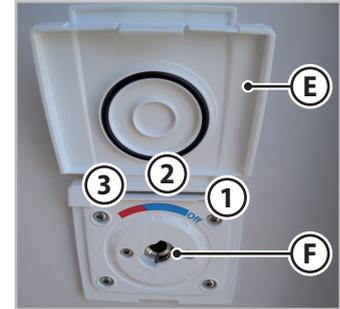

Fig. 6.40 - Toma de conexión para la ducha portátil
1. Levante la tapa (E - Fig. 6.40).
2. Introduzca el tubo suministrado en la conexión (F - Fig. 6.40).